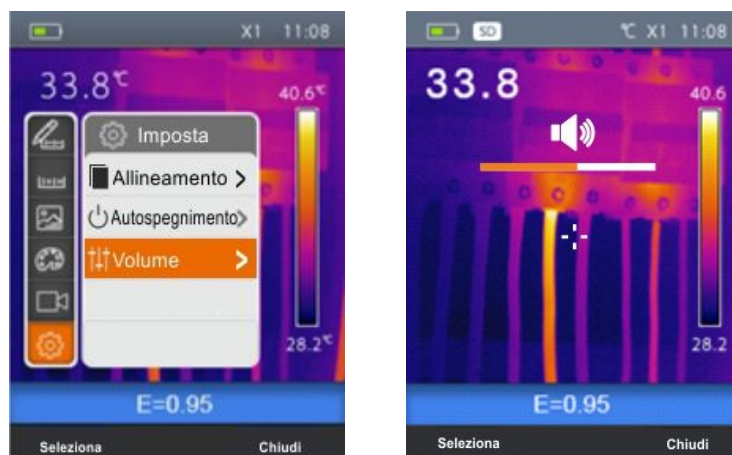

Abb. 15: Einstellung der Lautstärke
1. Wählen Sie "Lautstärke" mit den  $\oplus$  oder  $\ominus$  Tasten aus und drücken Sie die Taste. Die Bildschirmseite Abb. 15 – Rechte Seite erscheint im Display.